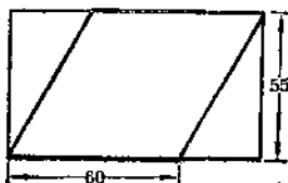
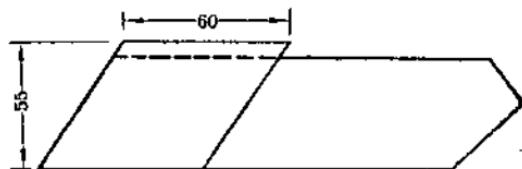

图 7
图 8
5. 左右装饰外挡板：用  $55 \times 80$  [毫米]2 木板二块制左右外挡板如图 7 所示，挡板左右两边均削成  $70^\circ$  斜边，使板呈菱形。然后把表面砂光，用胶水将左右外挡板粘合在左右挡板左端  $70^\circ$  角处。左右挡板与外挡板底部要齐，外挡板上端让它突出在挡板外（图 8）。
形。然后把表面砂光，用胶水将左右外挡板粘合在左右挡板左端  $70^\circ$  角处。左右挡板与外挡板底部要齐，外挡板上端让它突出在挡板外（图 8）。